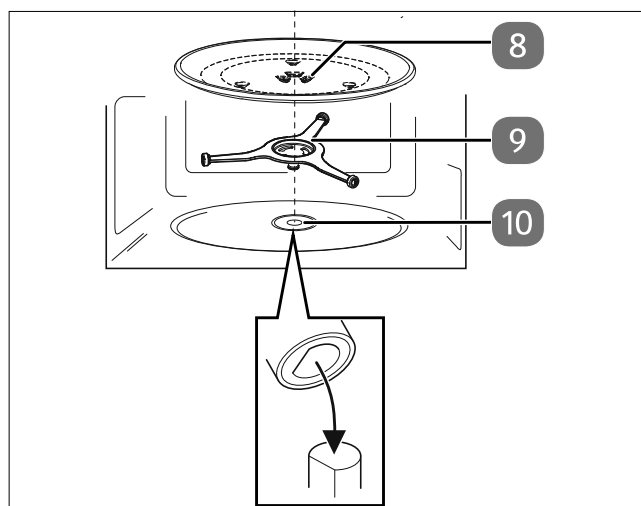

Abb. 5 – Glas-Drehteller einsetzen
- ▶ Legen Sie dann den Glas-Drehteller mittig auf die Antriebswelle (**siehe Abb. 5**), so dass die Stege des Glas-Drehtellers in den Aussparungen am Antriebsstern liegen.